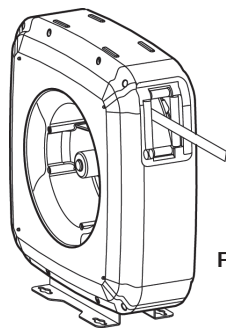

Fig. 6
- Unwind the hose completely and then search for the ratchet locking position (fig. 6).
- Desenrolle totalmente la manguera usada y busque la posición de bloqueo del trinquete más próxima a esta longitud (fig. 6).
- Déroulez complètement le flexible jusqu'à la dernière position de verrouillage du cliquet (fig. 6).